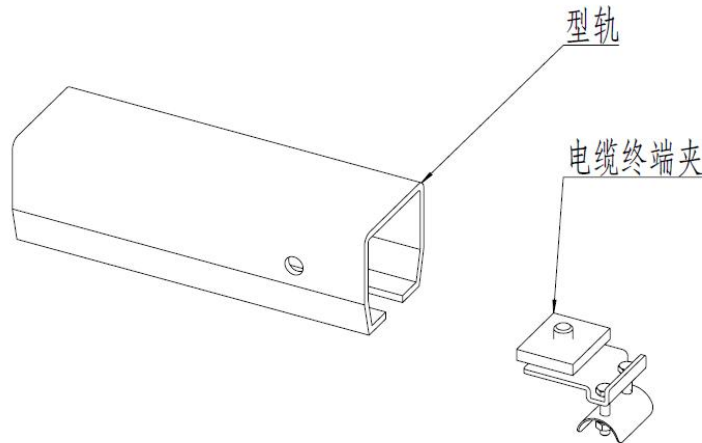

图 8C
- 8.3 在电缆滑块全部装入主梁后，在主梁末端安装电缆终端止夹并拧紧螺栓（如图 8C）。
- 8.6 将终端止夹安装到固定型轨的末端，拧紧螺栓（如图 8C）。
- 8.9 小车全部装入后，在主梁末端安装终端止夹，并且拧紧螺栓（如图 8C）。
- 8.12 小车全部装入后，在固定型轨的末端安装终端止夹，并且拧紧螺栓。（如图 8C）